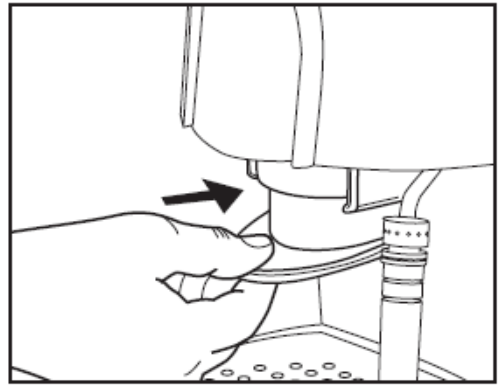

Fig. 1
- Sätt in kapselhållaren i kaffemaskinen (Fig.1)